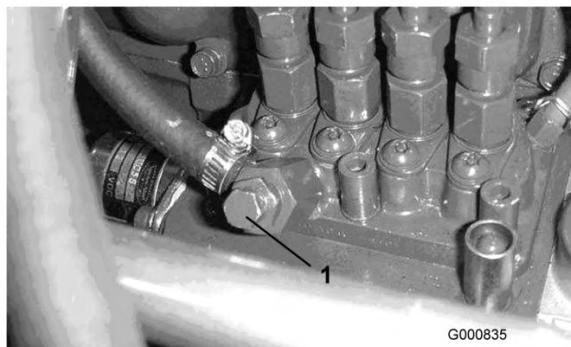

図 24
5. 燃料噴射ポンプについているエア抜きネジ（図 24）をゆるめる。